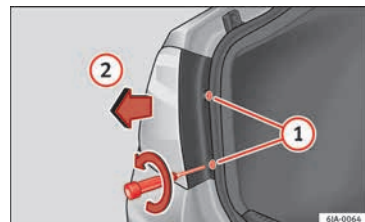

Abb. 98 Ausbau der Heckleuchte im Seitenteil
- Lösen und entfernen Sie mit einem Einsteck-Schraubendreher oder einem T20 Torx-Schlüssel (gegen den Uhrzeigersinn drehen) die beiden Befestigungsschrauben im vorderen Bereich der Leuchte » Abb. 98 »
- ① Achten Sie darauf, die Schrauben nicht zu verlieren.
- Ziehen Sie die Heckleuchteinheit nach hinten (» Abb. 98 ②), bis die Heckleuchte sich aus der Aufnahme gelöst hat.